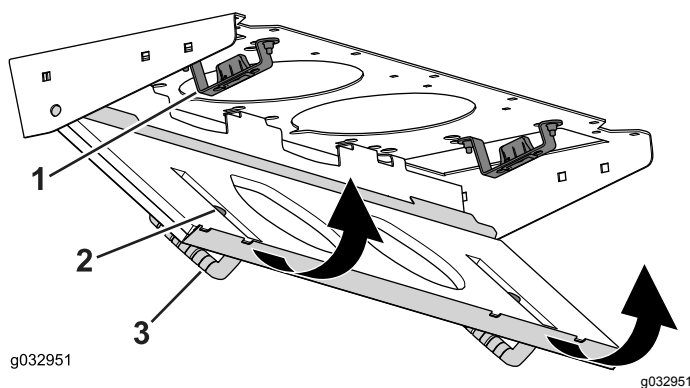

Figura 123
- Rode o painel de filtro em volta das patilhas até que a lingueta entre no conjunto de montagem do trinco (**Figura 123**).